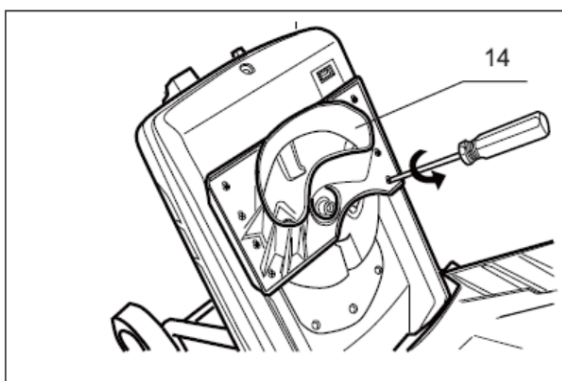

Fig. 8
3. Désinstallez le bloc de défense de la lame (14) (Fig.8)